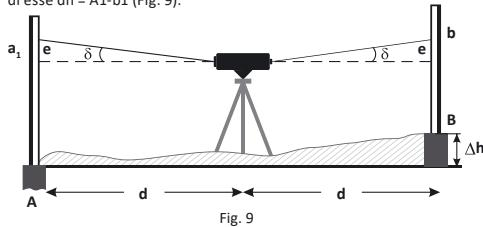

Fig. 9
a) Installare le due guide A e B a una distanza di 50 m l'una dall'altra. Posizionare il dispositivo nel mezzo tra di loro. Livellare il dispositivo e prendere il conteggio di guide A e B rispettivamente. Superamento tra di esse  $\Delta h = A_1 - b_1$  (Fig. 9).